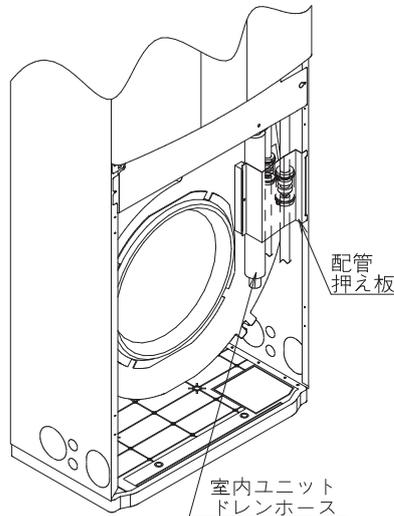

図 5
●配管押え板(図5参照)を取外してください。
●冷媒配管工事・電気配線工事完了後、冷媒配管、室内ユニットドレンホース、ユニット間配線、およびアース線を配管押え板(図5参照)で押えてください。配管押え板にて冷媒配管を押えない場合、吸込みグリルが閉まりにくくなります。(電気配線工事については、⑥電気配線工事)の項をご覧ください。)